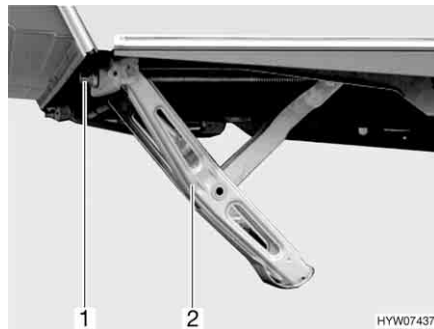

Bild 21 Vevstöd nedvevat
- Sätt den medföljande handveven mot sexkanten (Bild 21,1) på vevstödet (Bild 21,2).